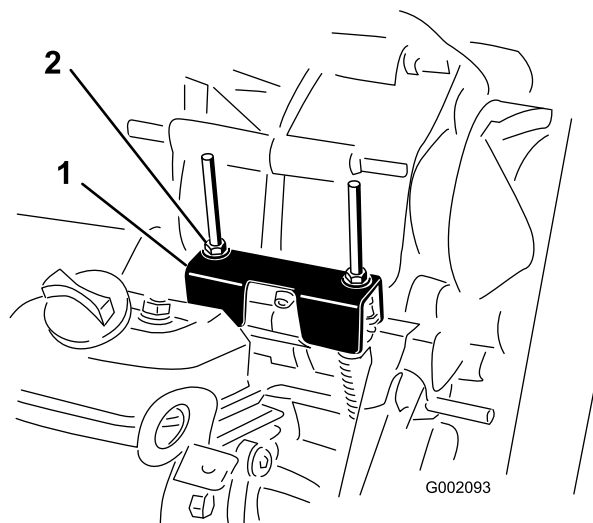

Figura 45
Durante l'esecuzione della manutenzione ordinaria e/o della diagnostica del motore, portate il transaxle in FOLLE (Figura 45). La macchina è dotata di una posizione FOLLE sulla leva del cambio che controlla la folle nel transaxle. Per accertarvi che la leva del cambio in folle agisca correttamente sulla posizione di folle del transaxle, osservate i punti sotto indicati:
2. Assicuratevi che la staffa di folle sia in posizione FOLLE (a livello della staffa di montaggio per cavo che si trova sotto la staffa del cambio) girando la frizione della trasmissione (Figura 45).
3. Ruotate uno dei dadi di bloccaggio (Figura 45) per ottenere un gioco di 0,762–1,524 mm tra la base del dado/della rondella e la staffa di folle.